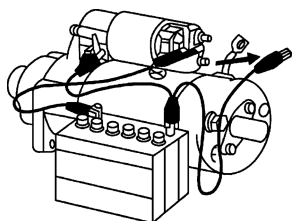

图 4-52 保持动作试验方法
(2) **保持动作试验** 在吸拉动作基础上, 当驱动齿轮保持在伸出位置时, 拆下电磁开关“C”端子上的电缆夹, 如图 4-52 所示, 此时驱动齿轮应保持在伸出位置不动。如驱动齿轮回位, 说明保持绕组断路, 应予修理。